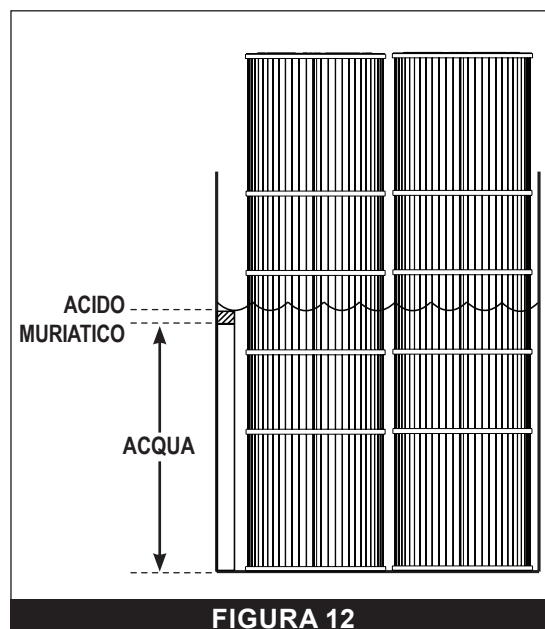

FIGURA 12
3. In un grande contenitore di plastica, preparare una soluzione composta da una parte di acido muriatico e venti parti di acqua. Consultare **FIGURA 12**.